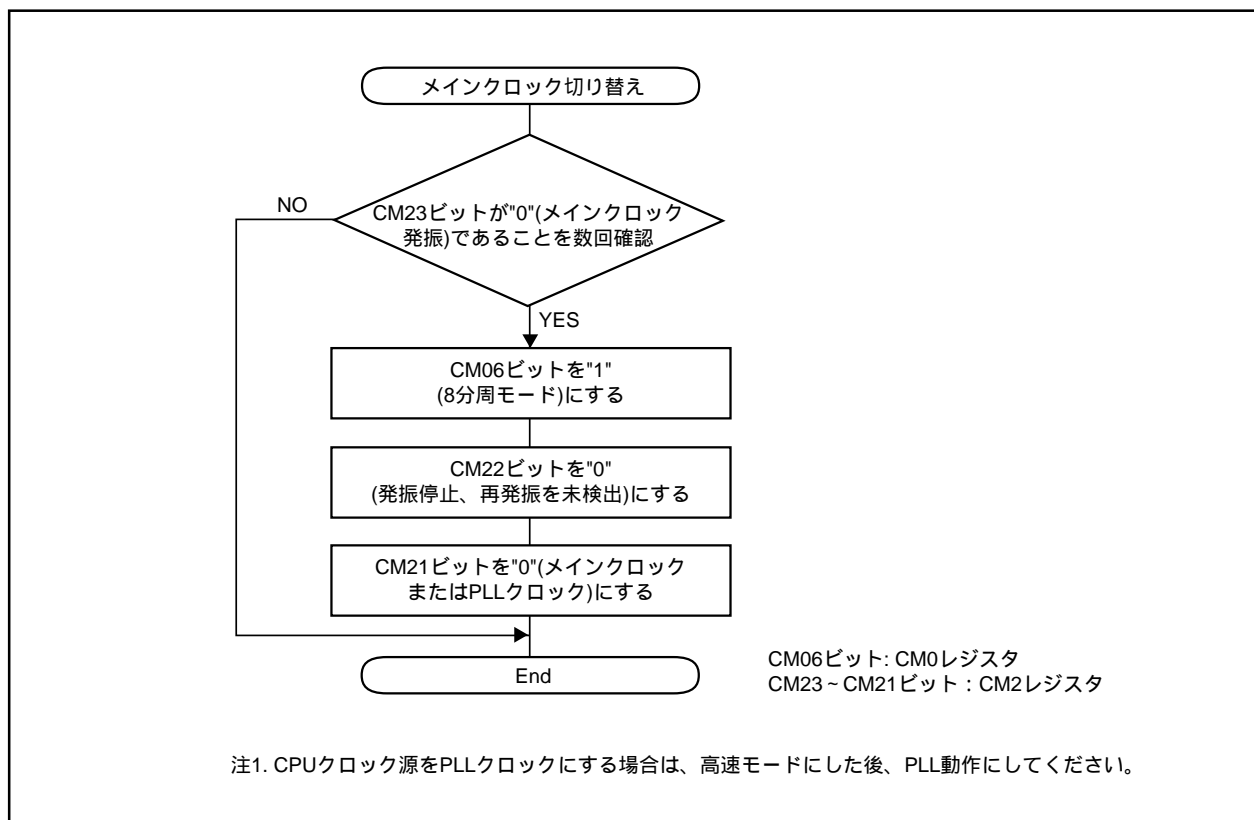

図7.8.3.1. オンチップオシレータクロックからメインクロックへの切り替え手順
- ・発振停止後、メインクロックが再発振した場合は、プログラムでメインクロックをCPUクロックや周辺機能のクロック源に戻してください。図7.8.3.1にオンチップオシレータクロックからメインクロックへの切り替え手順を示します。